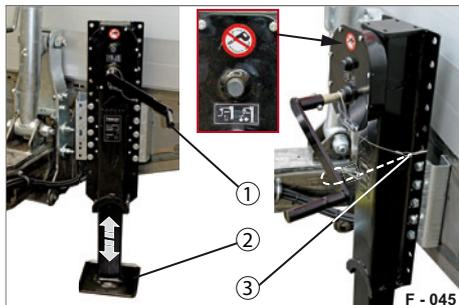

Abb. 59 Stützfuß ausgefahren
- ▶ Lösen Sie das Sicherungsseil (Abb. 59/3) von der Handkurbel (Abb. 59/1).
- ▶ Kurbeln Sie den Stützfuß (Abb. 59/2) mit der Handkurbel - im Schnellgang - bis kurz vor Bodenkontakt herunter.
- ▶ Kurbeln Sie den Stützfuß (Abb. 59/2) komplett bis zum Untergrund herunter.